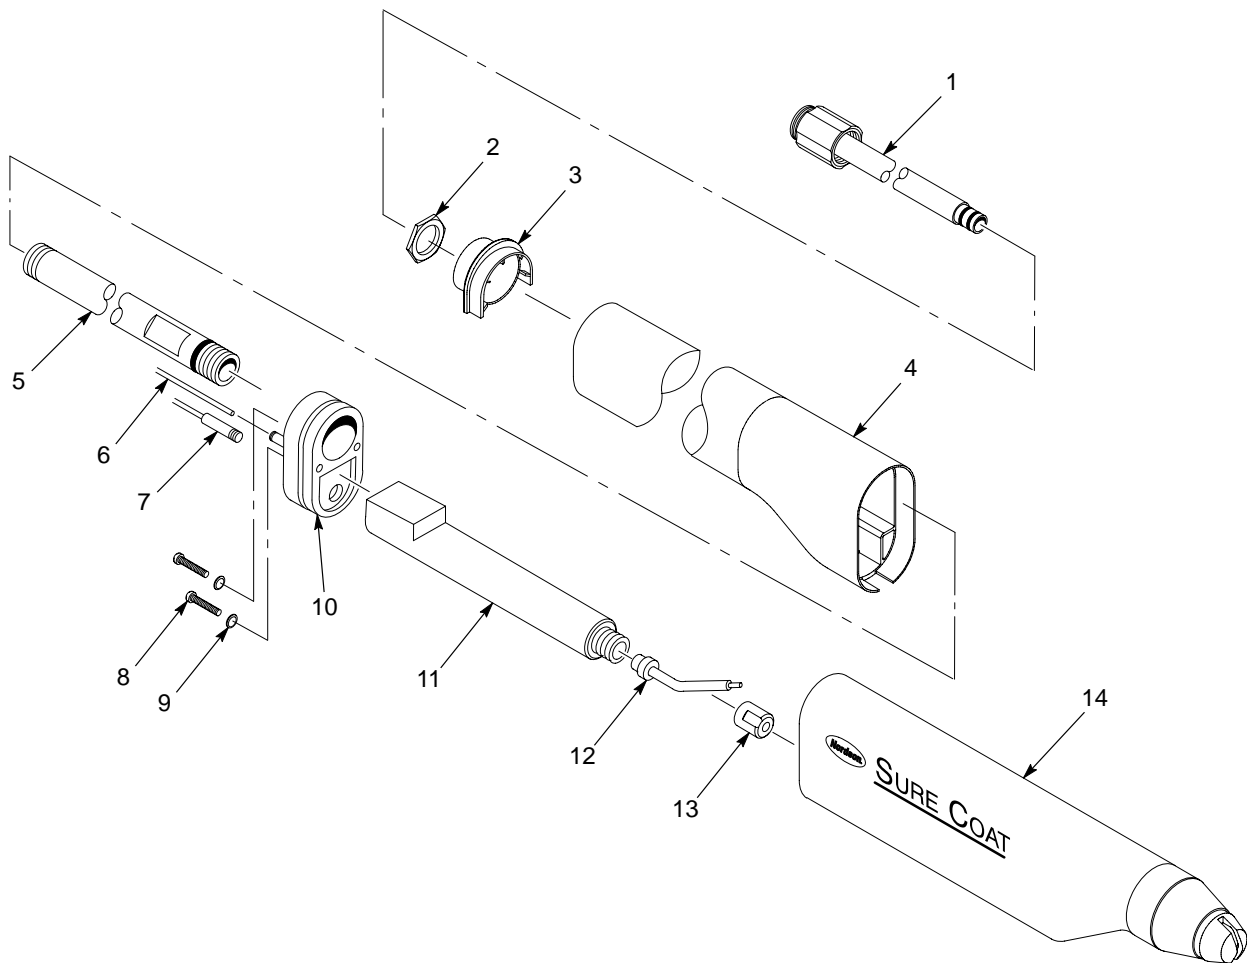

Figura 6-4 Sustitución del multiplicador de la pistola para montaje en tubo
Ver la figura 6-4.
1. Instalar la punta de contacto (12) en el multiplicador nuevo (11).
2. Deslizar la tuerca del multiplicador (13) por encima de la punta de contacto y enroscarla en el extremo del multiplicador hasta que la tuerca entre en contacto con la parte frontal del multiplicador.
3. Introducir el multiplicador nuevo en el cuerpo (14). Asegurarse de que el multiplicador esté orientado tal y como se muestra en la figura 6-4.
4. Instalar el soporte de montaje (10) en el cuerpo. Fijar el soporte de montaje con los tornillos (8) y las juntas tóricas (9).
5. Enroscar el tubo de tensión (5) en el soporte de montaje.
6. Conectar la extensión de cable (7) y la extensión del tubo de aire (6) en el soporte de montaje.
7. Deslizar el tubo de tensión las extensiones de cable y tubo de aire por el extremo largo del tubo de montaje (4). Empujar el tubo de montaje lo más lejos posible para que llegue al soporte de montaje.
8. Instalar el localizador del tubo de tensión (3) sobre el extremo del tubo de tensión y dentro del extremo del tubo de montaje.
9. Fijar el localizador del tubo de tensión apretando con la mano la tuerca de bloqueo (2) no más de un $\frac{1}{8}$ de vuelta.
10. Instalar el conjunto de cuerpo del conector de manguera/tubo de polvo (1) y apretar con la mano el cuerpo del conector de manguera no más de un $\frac{1}{8}$ de vuelta.